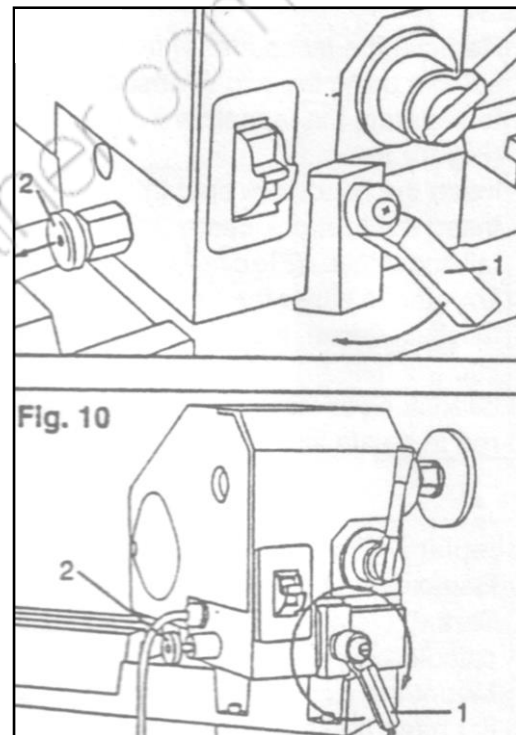

Figura 21 - Rotazione testata.
1. Ruotare la leva di bloccaggio della testata [1] in Figura 21] fino a fare una rotazione completa.